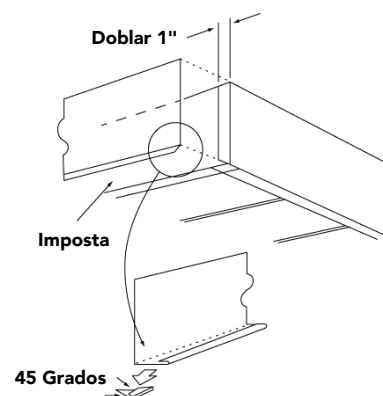

Figura 70
- Las esquinas interiores y exteriores de la imposta integran una lengüeta de 1" (Figura 70).